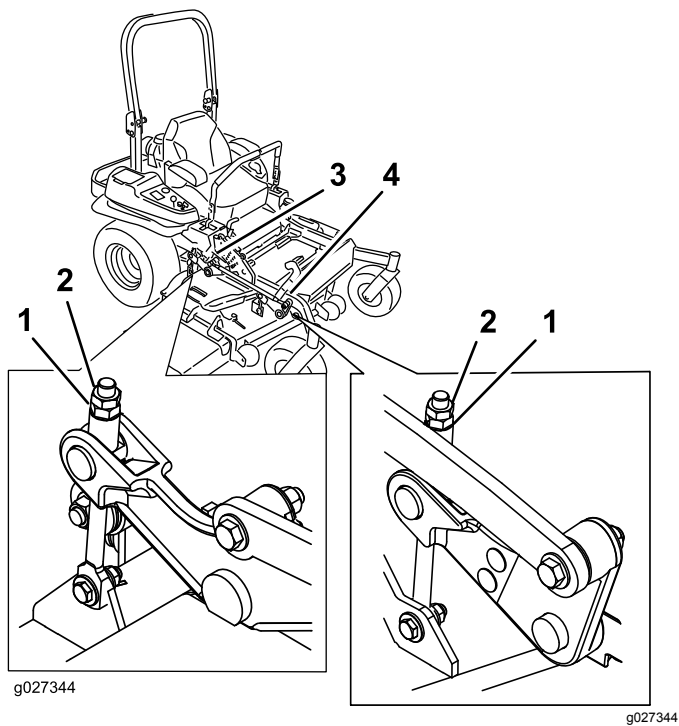

Figura 91
10. Gire la tuerca de ajuste del conjunto de elevación de la carcasa delantera para modificar la altura (Figura 91).
16. Gire el tornillo de ajuste hasta obtener una altura de 8.3 cm ($3\frac{1}{4}$ ") (Figura 91).